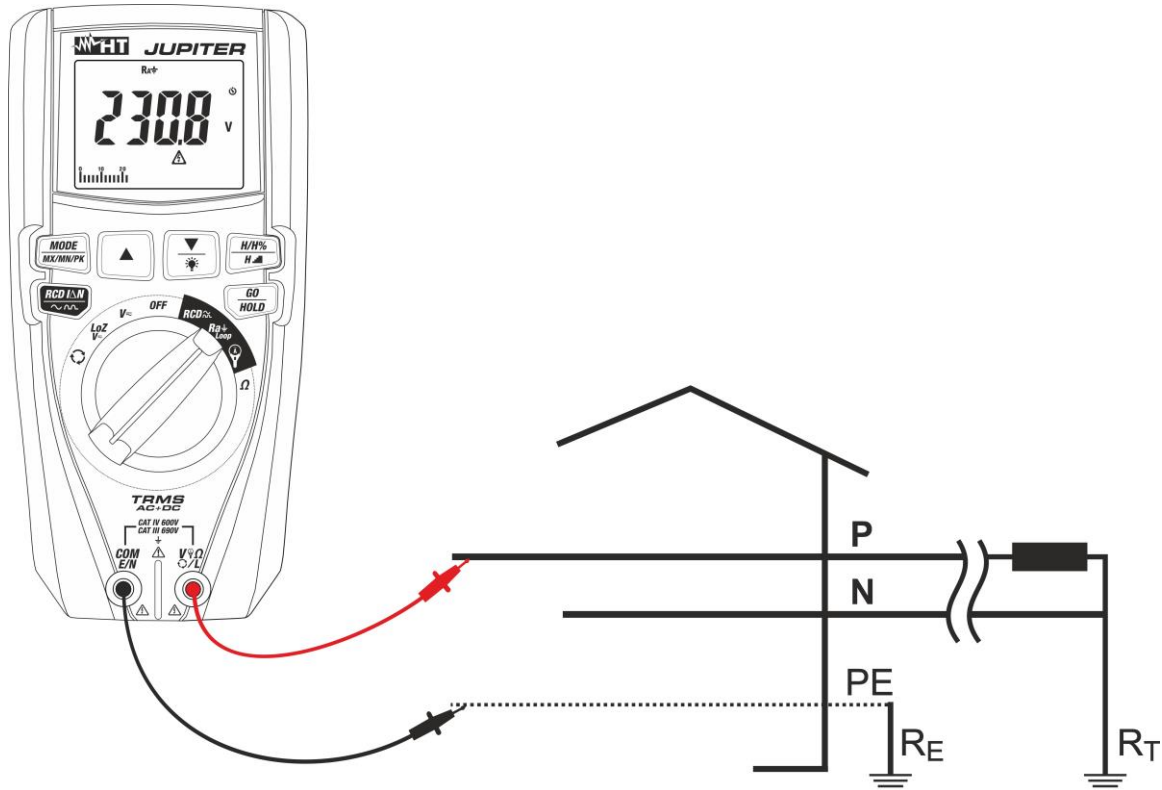

Fig. 24: Uso dello strumento per misura impedenza Loop L-PE con puntali
6. **Per misura di Loop L-PE** in caso di uso dei puntali di misura inserire il conduttore rosso nel terminale di ingresso $V_{\Omega L}$ e il conduttore nero nel terminale di ingresso **COM/E/N** e collegare lo strumento all'impianto in esame (vedere Fig. 24). Il valore della tensione Fase-Terra è mostrato a display